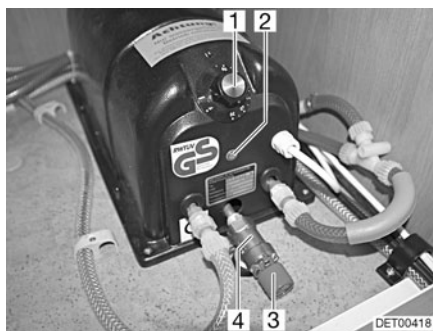

Fig. 133 Caldera Reich
La caldera funciona con 230 V. La caldera calienta aprox. 5 l de agua. La temperatura del agua se puede ajustar en el regulador de temperatura (Fig. 133,1) de la caldera. El agua se puede calentar a máximamente 80 °C.
- Ajustar la temperatura deseada en el regulador de temperatura (Fig. 133,1). La luz de control (Fig. 133,2) está iluminada durante la fase de calentamiento.
- Girar el regulador de temperatura (Fig. 133,1) en sentido contrario a las agujas del reloj hasta la marca "I".
- Ajustar la temperatura deseada en el regulador de temperatura (Fig. 133,1).
- Abrir el vaciado de agua en la válvula de sobrepresión (Fig. 133,4). Para ello, girar el botón giratorio rojo (Fig. 133,3) en sentido contrario a las agujas del reloj.